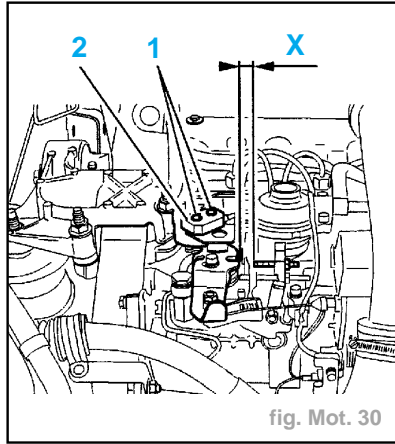

fig. Mot. 30
• Contrôle et réglage contacteur de levier de charge (fig. Mot. 30)